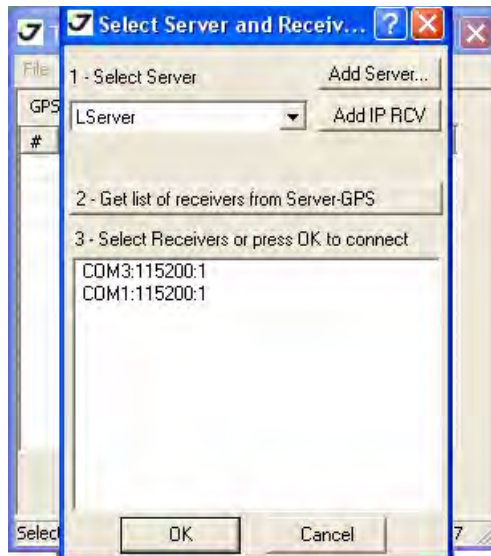

Рисунок 44. Параметры соединения
2. Запустите TriVU. Выберите порт (COM) и нажмите Ok (Рис. 44).